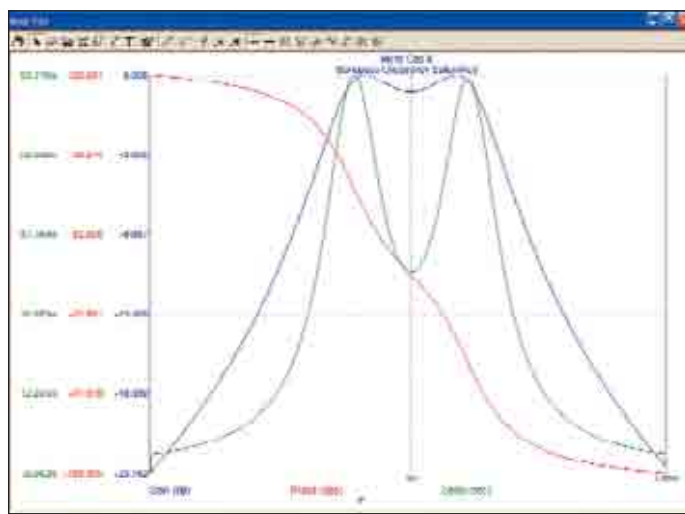

Рис. 6. Графики Бодэ
- **Bode** показывает выбранные в панели Options графики Боде. Диалоговое окно с графиками Боде показано на рис. 6.